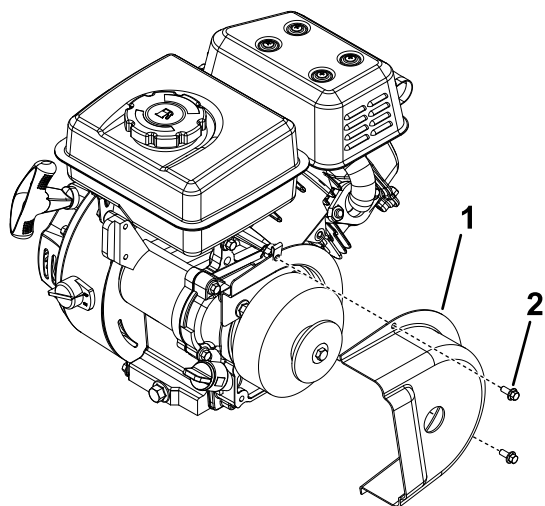

Figure 5
6. Installez le carénage du moteur comme montré à la Figure 5.